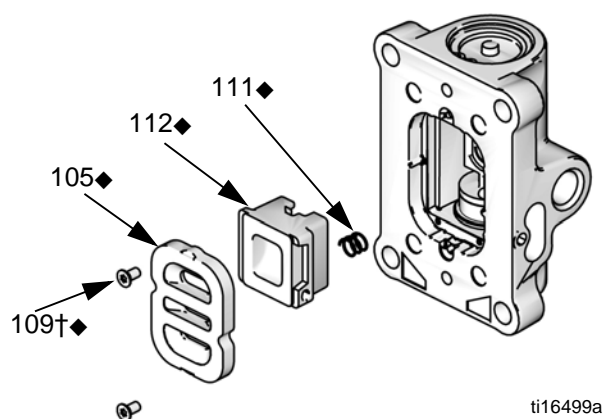

FIG. 3. Desmontaje de la placa de aire
2. Consulte FIG. 3. Use una llave hexagonal de 2 mm o 5/64 pulg. para retirar dos tornillos (109†♦). Retire la placa de la válvula (105♦), copa (112♦), y resorte (111♦).